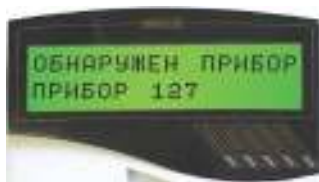

Рисунок 8
5.4.7 В течение 1 мин после включения питания пульт должен показать сообщения об обнаружении устройства с сетевым адресом, соответствующим текущему адресу блока (заводской адрес блока – 127), и о сбросе этого устройства. На рис. 8 представлен индикатор пульта «С2000М» с соответствующим сообщением.